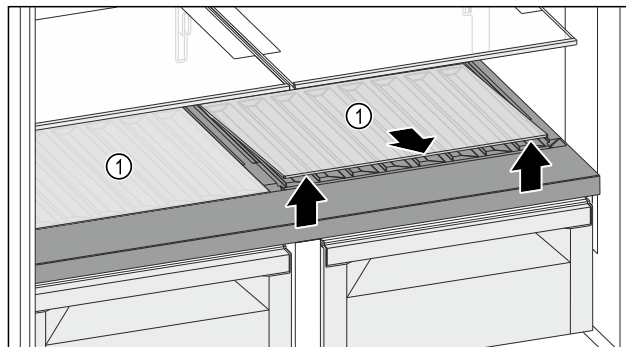

Fig. 121
- Soulever la plaque de verre ou les deux plaques de verre Fig. 121 (2) au niveau de l'évidement avant de la/les retirer.
- Entreposer la/les plaque(s) de verre Fig. 121 (2) dans un endroit sûr hors de l'appareil.